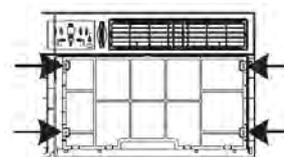

FIG. 2
2. Soulevez la grille avant vers le haut et placez-la d'un côté. (Voir la figure 2.)
3. Trouvez et retirez les quatre vis avant. Ces vis seront requises pour réinstaller le panneau avant plus tard. (Voir la figure 2.)